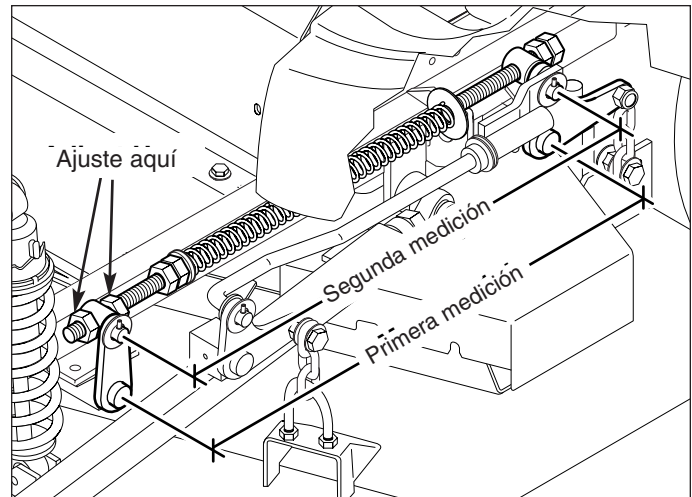

Figura 32. Ajuste del brazo del resorte
5. Vea la Figura 32. Mida la distancia entre los pivotes elevadores y los pivotes del brazo del resorte. Ajuste las tuercas hexagonales de 5/8", en ambos lados del pivote frontal del brazo del resorte, hasta que las medidas sean iguales.